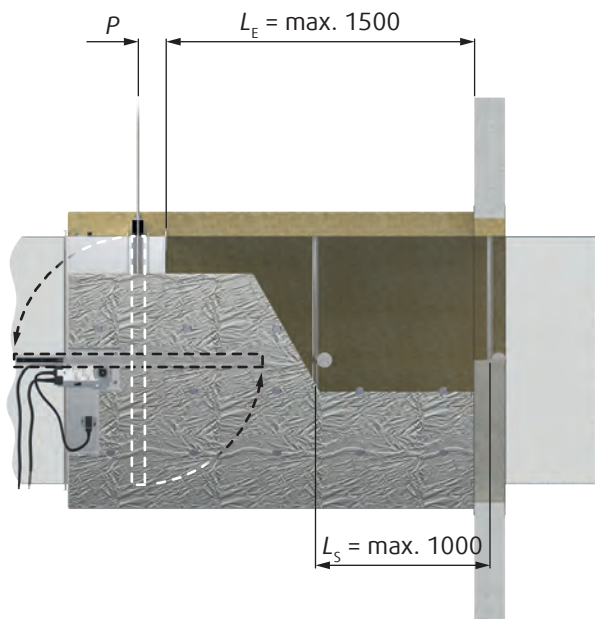

Abb. 45: Die Vorgaben für die Positionierung der Bügel und Kanalabhängungen richten sich nach dem Abstand der Tragkonstruktion $L_E \leq 1500$ mm.
Alle 4 Teile des Montagesatzes IKOWS-PKI um die Perforation herum gemäß Abb. 45 anbringen und einen geeigneten Brandschutzkitt-Anstrich (7) auf die Kontaktflächen der Platten und der Klappe aufbringen. Mit den Schrauben befestigen, die dem Montagesatz IKOWS-PKI beiliegen.